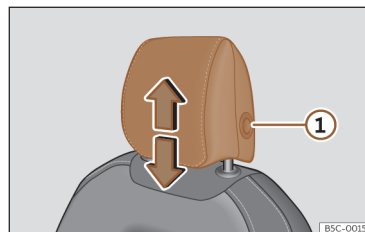
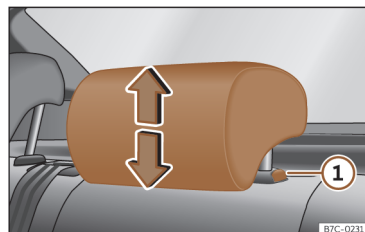

Fig. 96 Banco dianteiro: regulação do encosto de cabeça.
Fig. 97 Encosto de cabeça traseiro: ajuste do encosto de cabeça.
- Agarre o encosto de cabeça com ambas as mãos pelos lados e empurre para cima até o encaixar na posição desejada. Para baixá-lo, proceda da mesma forma, pressionando o botão lateral ① >>> Fig. 96, >>> Fig. 97.